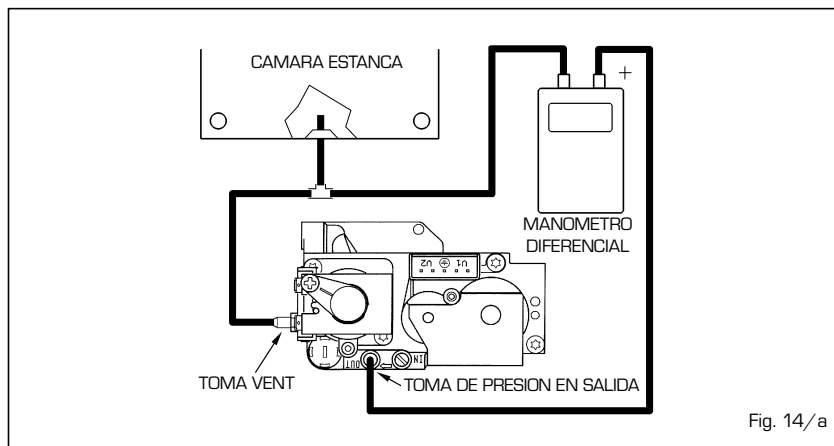

Fig. 14/a
4.2 VALVULA GAS (fig. 14)
- Conecte el manómetro diferencial como se indica en la fig. 14/a.
- Desconecte la alimentación y quite la capucha de plástico del modulador (3).
- Gire la tuerca (2) buscando el valor de la presión mínima como está indicado en la **Tabla 3**: para reducir la presión gire la tuerca en sentido antihorario, para aumentar la presión gire la tuerca en sentido horario.
- **Variar el nivel de presión al encendido (STEP) de la válvula gas colocando el índice del tornillo, según el tipo de gas, como indicado en la fig. 14.**